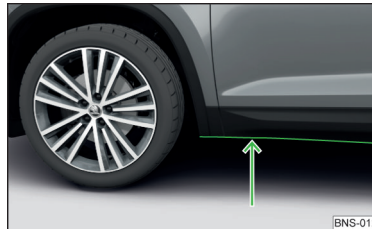

Abb. 260
- Daher vor einer Wasserdurchfahrt die Wassertiefe feststellen. Der Wasserstand darf maximal an die Unterseite des Unterholms reichen » Abb. 260.